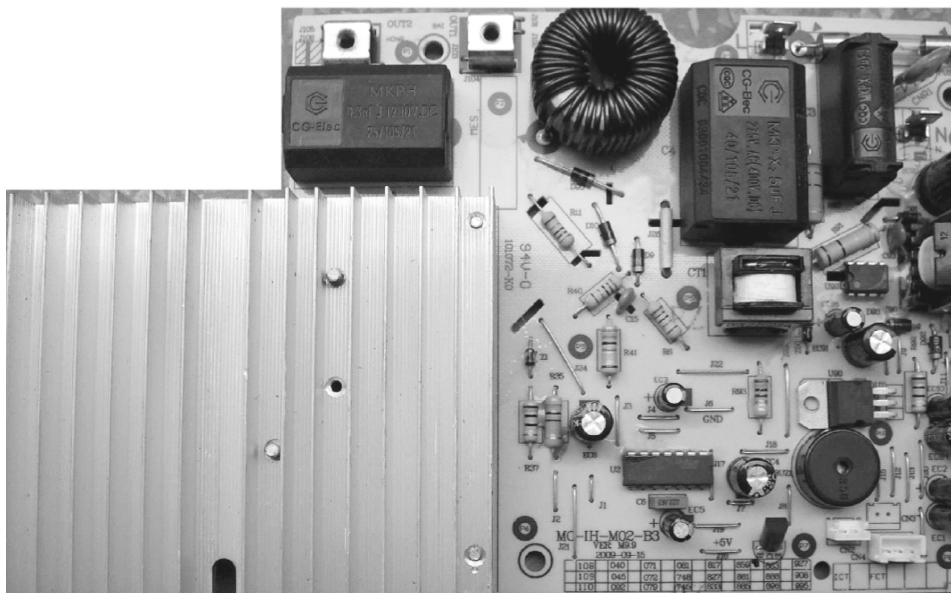

图 4-105 美的品牌 SN215-8 型电磁炉主板实物
**维修笔记** 维修时要把原先覆盖在元器件上的绝缘物质清除。美的品牌 SN215-8 型电磁炉主板如图 4-105 所示。